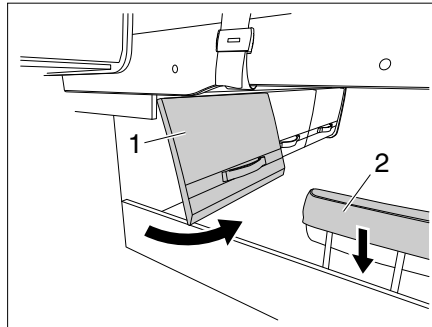

Fig. 161 Sportello del vano di stivaggio e poggiatesta
- Aprire lo sportello del vano di stivaggio (Fig. 161,1).
- Abbassare il poggiatesta (Fig. 161,2).